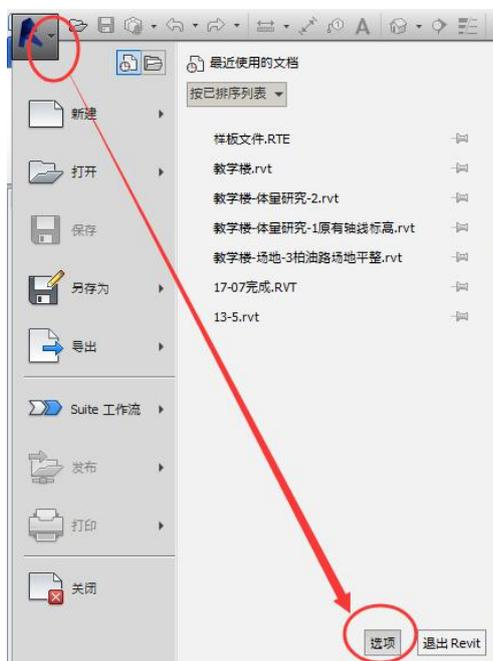
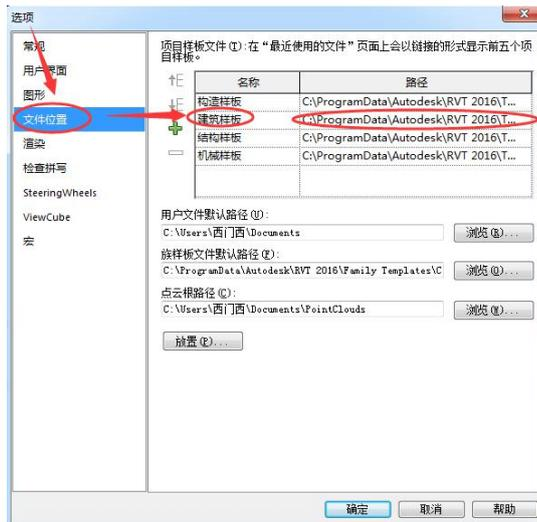

图 1-6 选项
图 1-7 系统自带样板文件位置设置
• 点击左上角“Revit 图标”（即“应用程序按钮”），点击右下角“选项”（图 1-6）。在弹出的“选项”面板中点击“文件位置”，在右侧“名称”栏输入自定义的样板文件名称，在“路径”栏找到相应样板文件（图 1-7）。点击“确定”退出。
点击应用程序菜单左下角的“选项”按钮，打开“选项”对话框（图 1-7），进入到程
绘图区域是 revit 软件进行建模操作的区域，绘图区域背景的颜色是白色。进入到软件“选项”对话框（图 1-7），在“图形”选项卡中的“背景”选项中更改背景颜色。